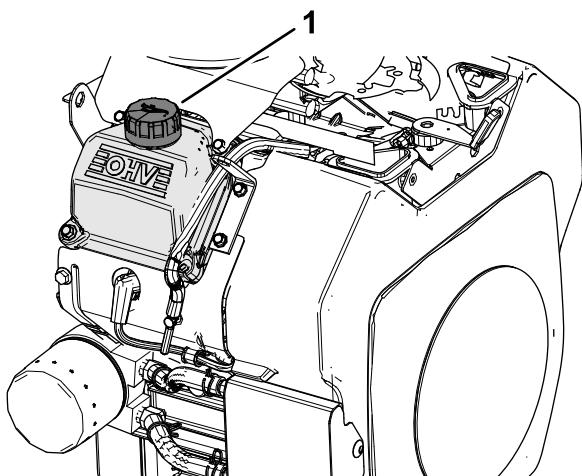

図 32
6. バルブカバーの補給管**図 32**から、所要量のおよそ 80% のオイルをゆっくりと入れる**エンジンオイルの仕様 (ページ 26)**を参照。